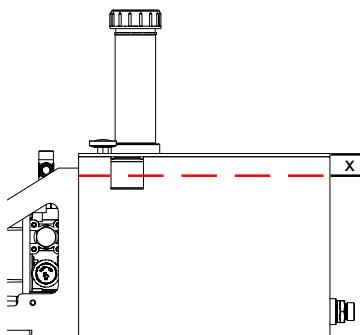

Abb. 146
6. Tankinhalt überprüfen. Das Ölniveau muss ca. 2,5cm (Abb.146/x) unter der Tankhöhe liegen. Gegebenenfalls Hydrauliköl nachfüllen und den Hydrauliktank wieder mit dem Deckel verschließen.